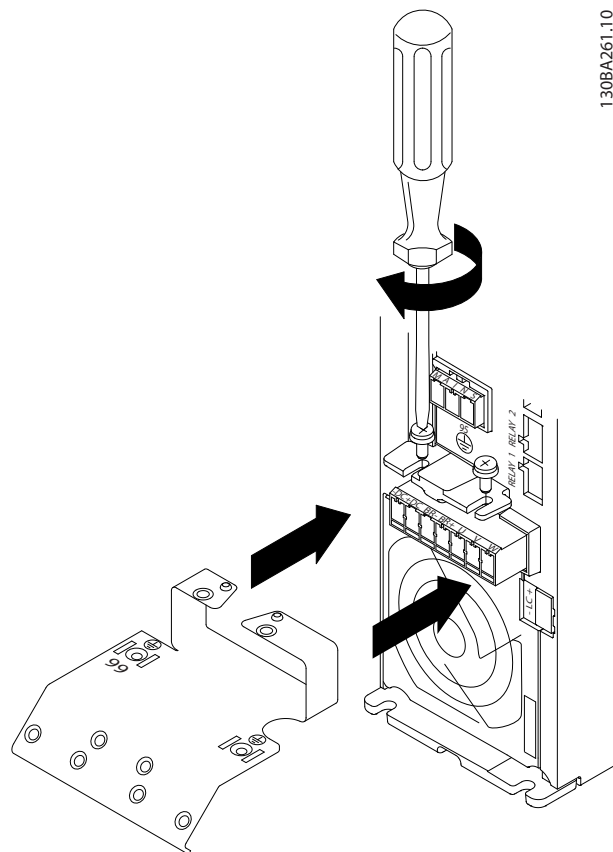

図 3.8 実装板の取り付け
1. 実装板を所定の位置までスライドさせて、図 3.8 に示すように 2 本のねじを締め付けます。